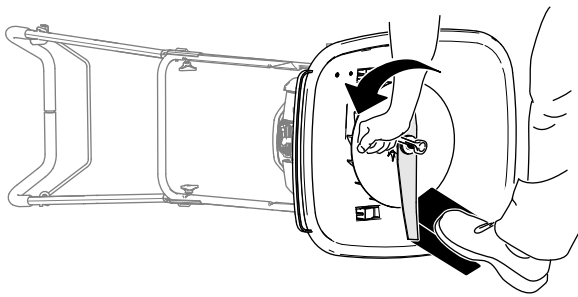

Figure 21
3. Immobilisez la lame avec un morceau de bois (Figure 21).
- Déposez la lame à l'aide d'une clé en tournant le boulon dans le sens antihoraire (Figure 21).